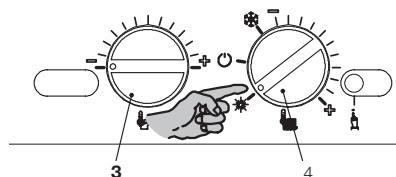

Рисунок 2.4
- Поверните переключатель 4 так, как показано на рисунке (Рисунок 2.4).